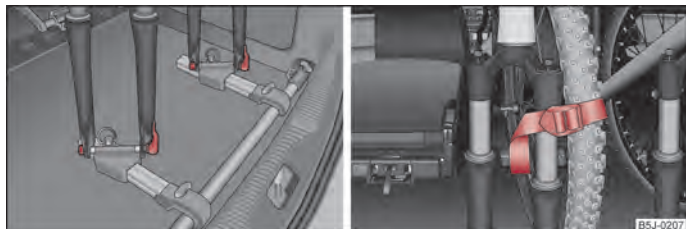

Fig. 55 Introducerea bicicletei/Fixarea roții din față
- Așezați furca bicicletei pe axul de fixare și strângeți cu întinzătorul rapid ⇒ fig. 55 - stânga.
- Împingeți roata din față demontată între pedala din stânga și cadrul bicicletei; fixați-o cu o curea de furca din față ⇒ fig. 55 - dreapta, respectiv într-un punct de fixare.